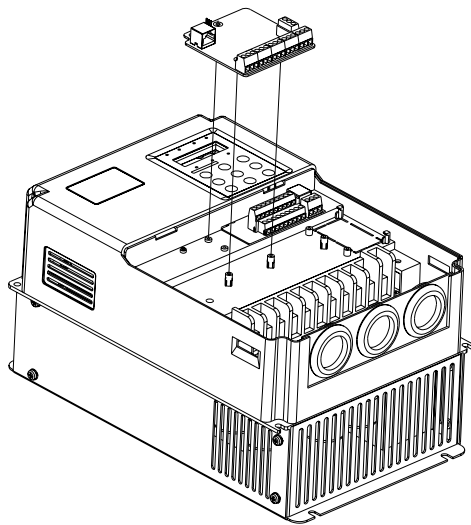
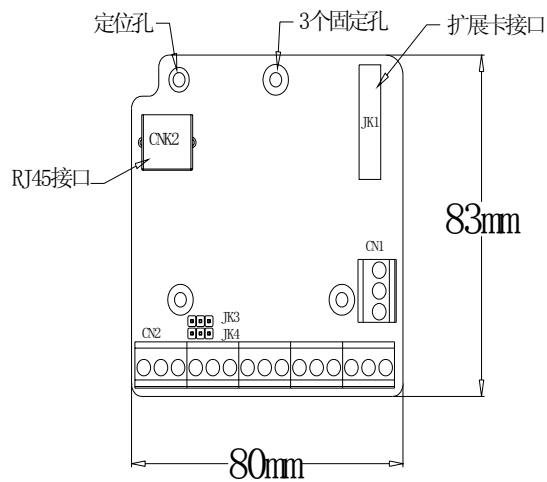
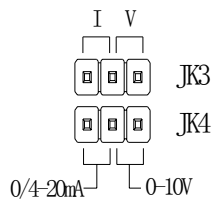
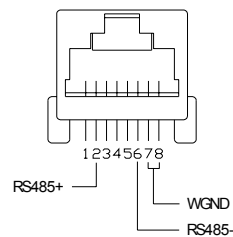

图 2-1
图 2-2
图 2-3 跳线端子
图 2-4 RJ45 接口信号定义
1. 安装方式，外型尺寸，跳线接口，RJ45 信号定义分别如图 2-1，图 2-2，图 2-3，图 2-4